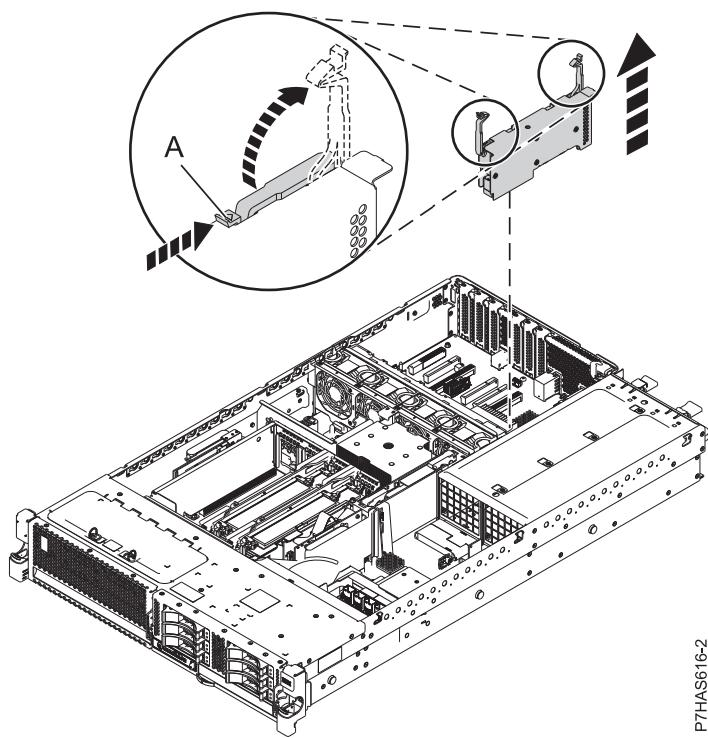

図 5. システムからのアダプターの取り外し
12. 図 5 に示すように、既存の GX アダプター (フィーチャー・コード (FC) EJ0H、GX++ LP 1 ポート PCIe2 x8 アダプター) アセンブリーを取り外します。アダプターを取り外すには、以下のステップを実行してください。
- アダプターの上にあるラッチ (A) のロックを解除します。